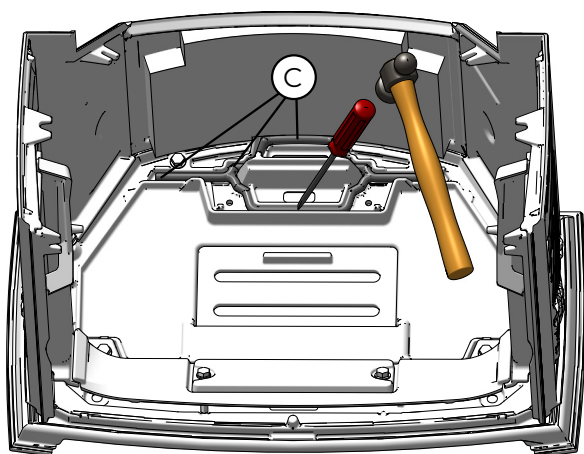

Fig. 7.11
| 6 | Rimuovere il cemento vecchio (C) dalla scanalatura (Fig. 7.11) |